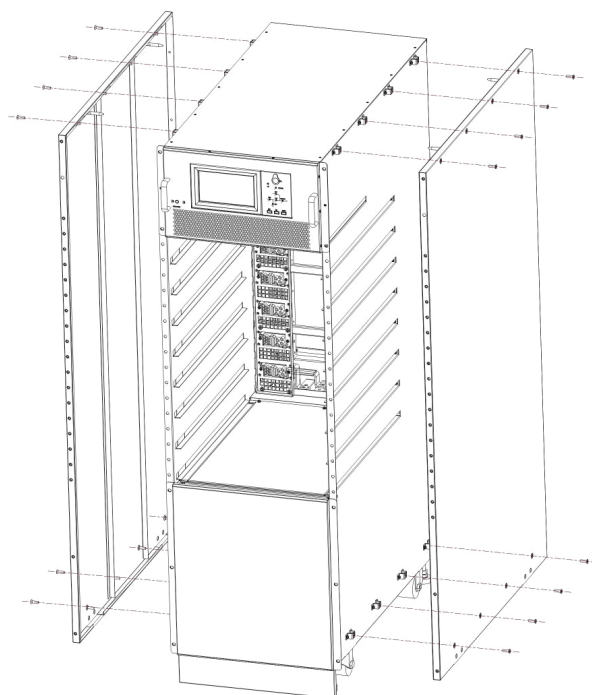

Рисунок 3-7 Снятие боковой стенки шкафа
2. Снимите боковую стенку шкафа, как показано на рис. 3-7;